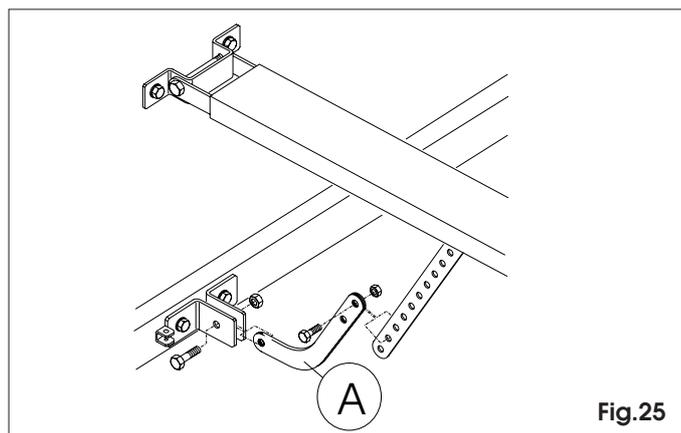

Fig.25
7.25 Pour les portes sectionnelles qui le requièrent, monter sur le raccord le bras indiqué sur la figure 25 réf.A et continuer à partir du point 7.18.